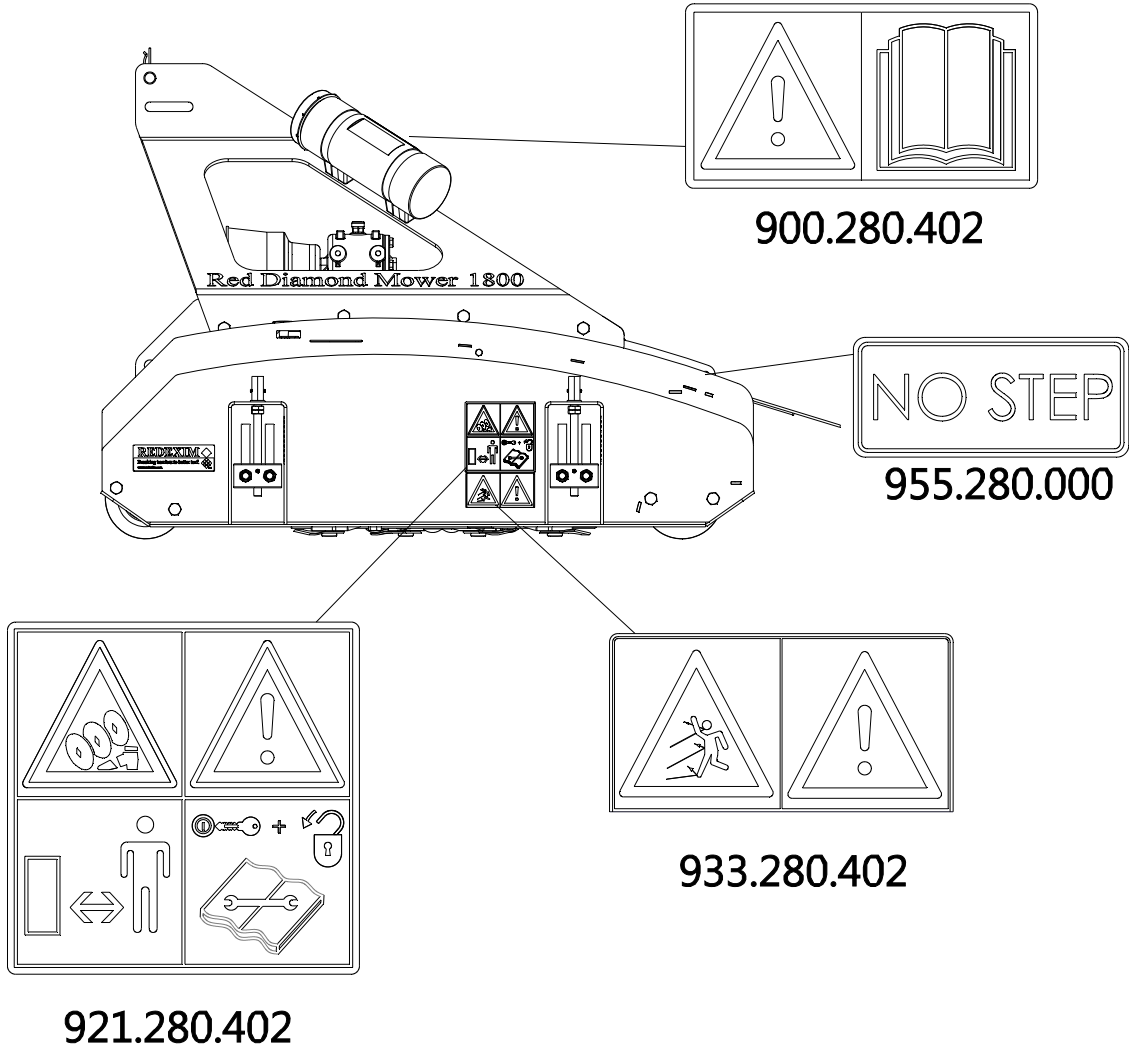

Fig. 6
(7) Plaatsing Red Diamond Mower 1800 veiligheidsstickers. (Fig. 6)